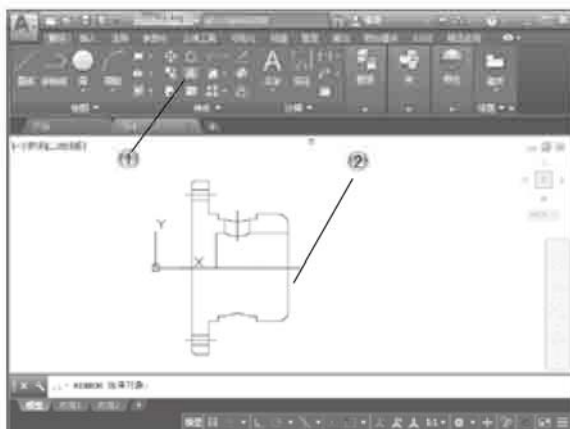
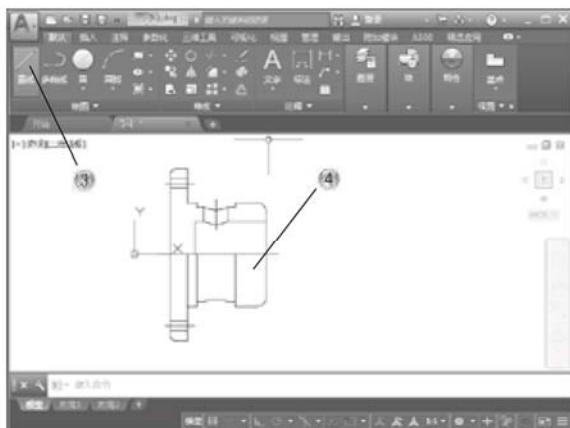

图 5-84
图 5-85
① 单击【默认】选项卡【修改】面板中的【镜像】按钮，如图 5-84 所示。
② 在绘图区镜像图形。
③ 单击【绘图】面板中的【直线】按钮，如图 5-85 所示。
④ 在绘图区绘制延伸直线。